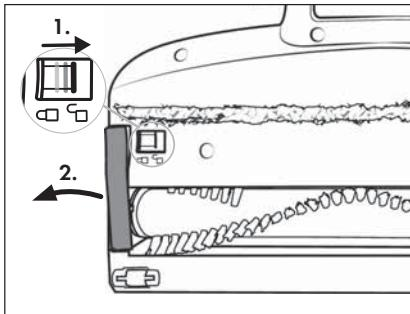

Fig. 29
- Nettoyez régulièrement le rouleau brosse ②1 afin de garantir un fonctionnement conforme de l'appareil et d'éviter les pannes.
- Retirez la brosse de sol ②2 du tube d'aspiration ④ ou de l'appareil (voir chapitre **Démontage de l'appareil**). Retournez la brosse de sol ②2.
- Déverrouillez le rouleau brosse ②1 en faisant glisser le dispositif de déverrouillage du rouleau brosse ⑩ avec le doigt vers le symbole □ (ouvert). Retirez alors le support pour rouleau brosse ⑨ de la brosse de sol ②2 (voir fig. 29).